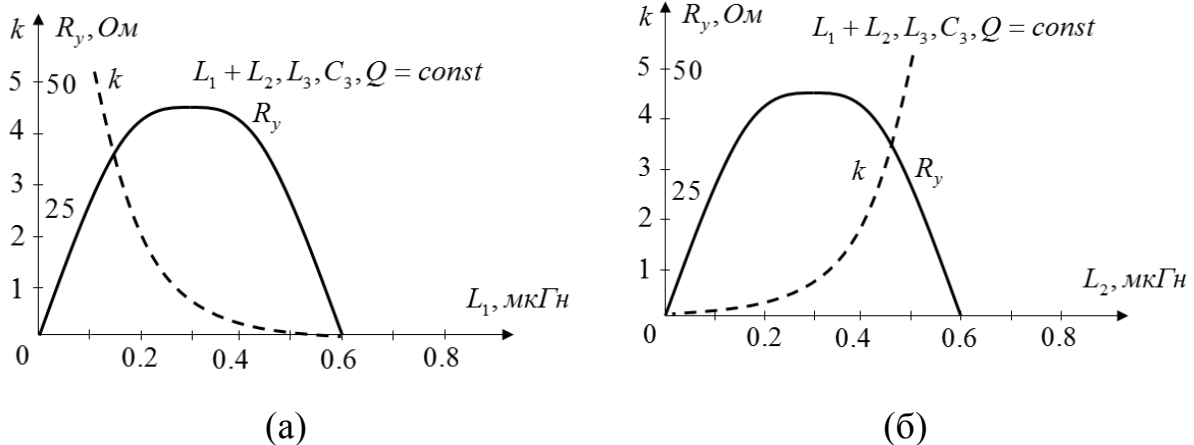

Рис.1.9. Иллюстрации к задачам 1.33, 1.34
**1.33.** В АГ по схеме рис.1.6 меняется индуктивность  $L_1$  так, что  $L_1 + L_2 = 0.6$  мкГн = const;  $L_3 = 1$  мкГн;  $f = 5$  МГц;  $Q = 25$ ;  $\eta_k = 0.75$ ;  $S = 0.04$  А/В. По графикам  $k, R_y(L_1)$  (рис.1.9,а) определить интервал значений  $L_1$ , где выполняются условия самовозбуждения. Как меняются  $k$  и  $\theta$ ? Как изменится  $\theta_{\min}$ , если, уменьшив  $C_{св}$  при  $f = \text{const}$ , сделать  $\eta_k = 0.5$  В?
**1.34.** В АГ по схеме рис.1.6 меняется индуктивность  $L_2$  так, что  $L_1 + L_2 = 0.6$  мкГн = const;  $L_3 = 1$  мкГн;  $Q = 25$ ;  $S = 0.04$  А/В;  $\eta_s = 0.75$ . По графикам  $k, R_y(L_2)$  (рис.1.9,б) определить интервал значений  $L_2, k, \theta$ , где выполняются условия самовозбуждения. Как изменится  $\theta_{\min}$ , если  $\eta_k$  увеличить до 0.8?